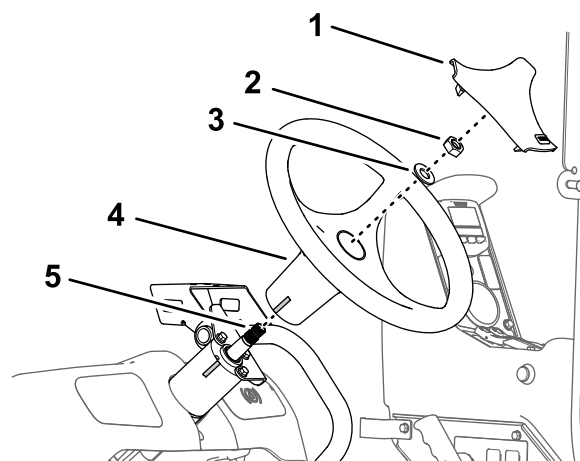

Figura 165
1. Allineate il segno del nastro adesivo sul volante al segno del nastro adesivo sull'alloggiamento della valvola di sterzo (Figura 165).
2. Montate il volante sull'albero della valvola di sterzo (Figura 165) con la rondella (5/8") e il dado (5/8") rimossi al passaggio 3 di Rimozione del volante (pagina 78).